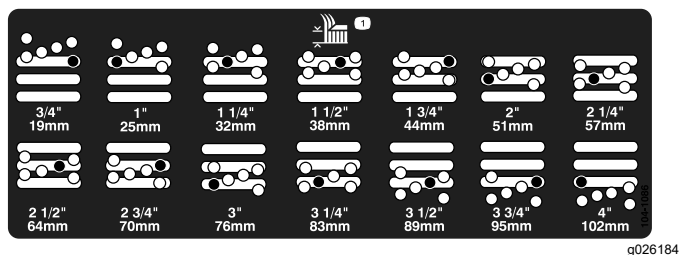

Figura 19
- Mueva la cámara a la altura deseada e instale el espaciador en el taladro y la ranura de altura de corte deseados (Figura 19).